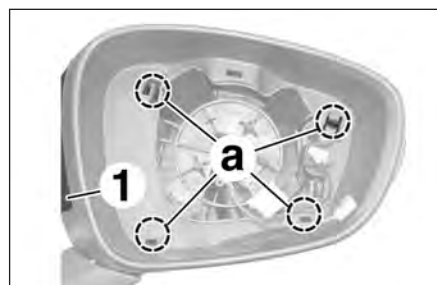

FIG.44
- la coque (1) en (a) (Fig.44),